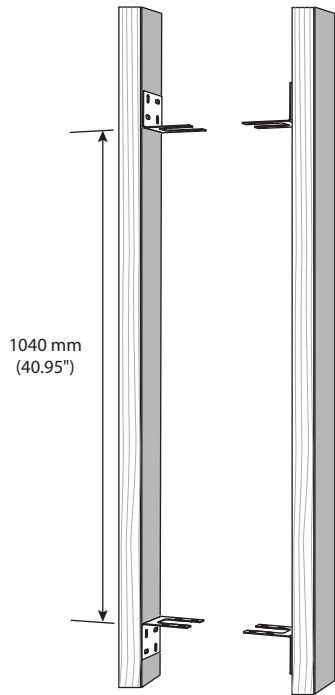

Fig. 1 Installer les supports sur les montants muraux
3. Installez les quatre supports sur les poteaux muraux et assurez-vous que la distance entre les supports supérieur et inférieur est telle qu'illustrée à la Fig. 1.